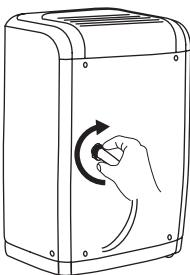

fig. 3
3. Vissez le tuyau d'arrosage sur la partie filetée du raccord. (fig.3)